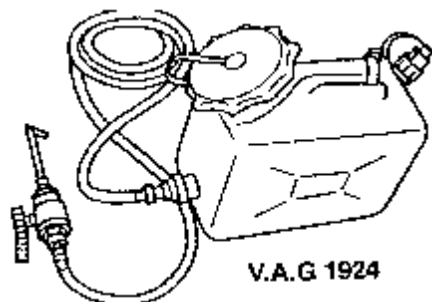

图 8-65 加注器 (ATF)
(1) 通过检查螺栓检查 ATF 液位。当 ATF 温度位于 35~45℃ (炎热地区可达到 50℃) 之间拧开检查螺栓时若有少许液体流出, 则表示 ATF 液位正常 (按情况而定也可通过加热使液位上升)。
(2) 把 ATF 加注器 V.A.G1924 (图 8-65) 的贮存盒要尽可能高地固定到车辆上。